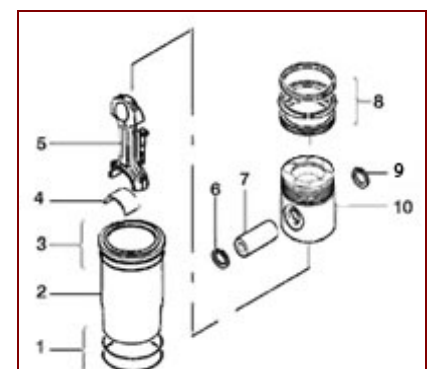

Рис. 3.5 – Разборка кривошипно-шатунного механизма
1. Снять кольца поршневые (8) (рис. 3.5), используя приспособление (рис. 3.6);
2. Снять стопорные кольца (6 и 9) (рис. 3.5);
3. Выпрессовать поршневой палец (7) из поршня (рис. 3.5) с помощью оправки, снять шатун;